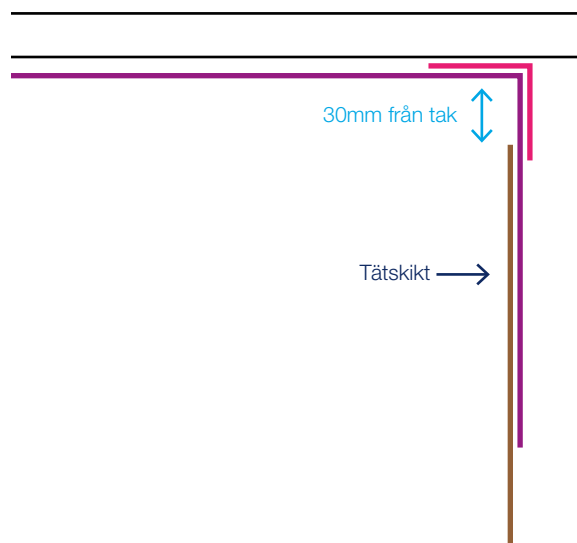

Bild 3. Anslutning mellan målat tak och vägg med keramiskt material.
- ▶ Anslutning till kakel och klinker (keramiska material) på väggar. Det är av största vikt att målningsbehandlingen och det keramiska materialets tätskikt överlappar varandra så att fukt inte tränger in bakom tätskikten. Vid anslutning till keramiska material på väggar ska målaren först dra ned grund- och täckfärg från taket och 100mm ned på väggen. Plattsättaren sätter sedan sitt tätskikt så att det överlappar den målade ytan med minst 70mm. Kaklet sätts sedan ända upp till takvinkeln. Se Bild 3. I andra fall när en målad yta möter keramiska material på väggar, både horisontellt och vertikalt, ska överlappningen mellan målad yta och det keramiska materialets tätskikt vara minst 30mm.